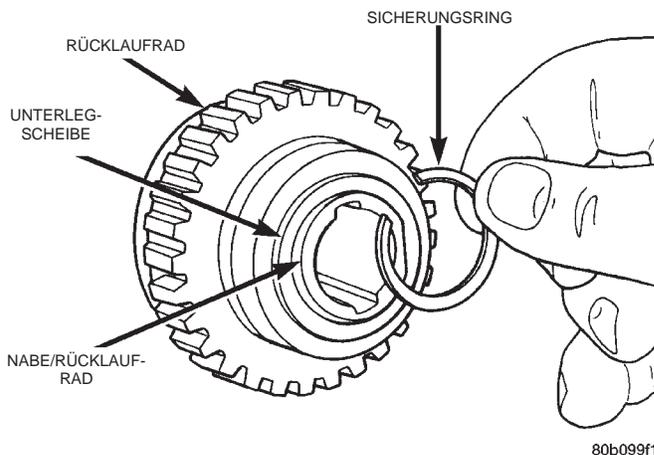

Abb. 115 Sicherungsring des Rücklaufrads ausbauen
- (1) Den Sicherungsring ausbauen, mit dem das Rücklaufrad auf Lager und Nabe befestigt ist (Abb. 115).